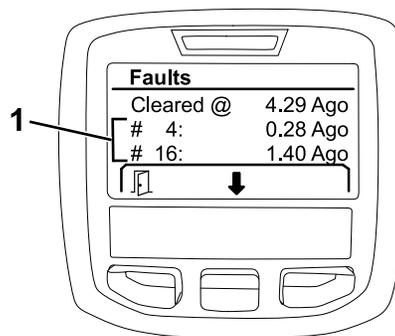

Рисунок 27
2. Просмотрите неисправности, перечисленные на экране Faults (Неисправности) (Рисунок 27).